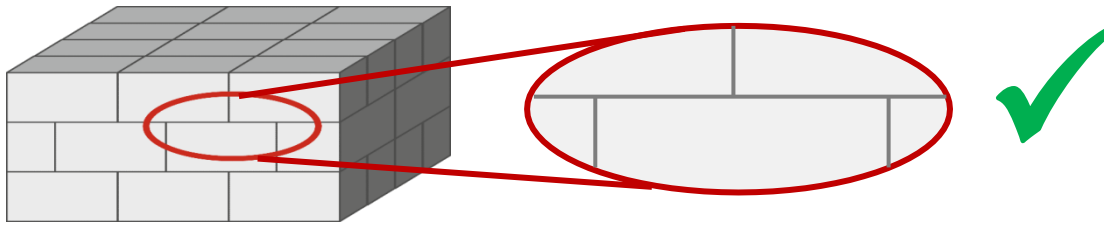

Abbildung 32: Hohe Stabilität durch Verbundstapelung
- Das versetzte Stapeln der Transporteinheiten (siehe Abbildung 32) führt zu einer Stabilität, wie sie bei dem Bau von Mauern wiederzuerkennen ist.